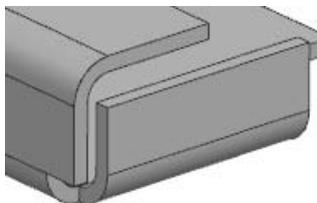

图 5.24 仅折弯
(8) 拐角止裂口 下拉列表: 用于设置拐角止裂口的参考。
-  选项: 用于裁剪相邻折弯处的材料, 如图 5.24 所示。